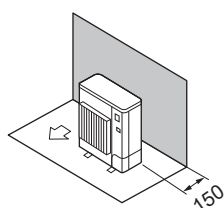

Fig. 2-7
- ① Перешкоди лише ззаду (Fig. 2-7)